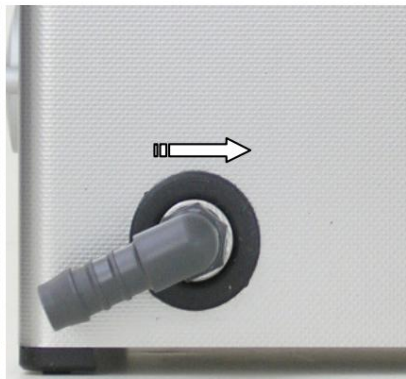

Ilustración 5.2
3. Gire el casquillo del tubo a la posición de drenaje requerida (vea la ilustración 5.2).